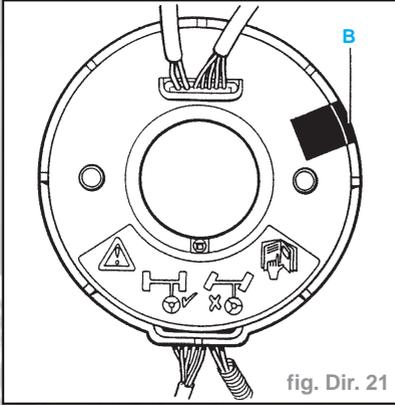

fig. Dir. 21
- Si un nouveau coupleur rotatif doit être monté et si le ruban d'inviolabilité en position **B** est brisé, NE PAS l'utiliser (Fig. Dir. 21).